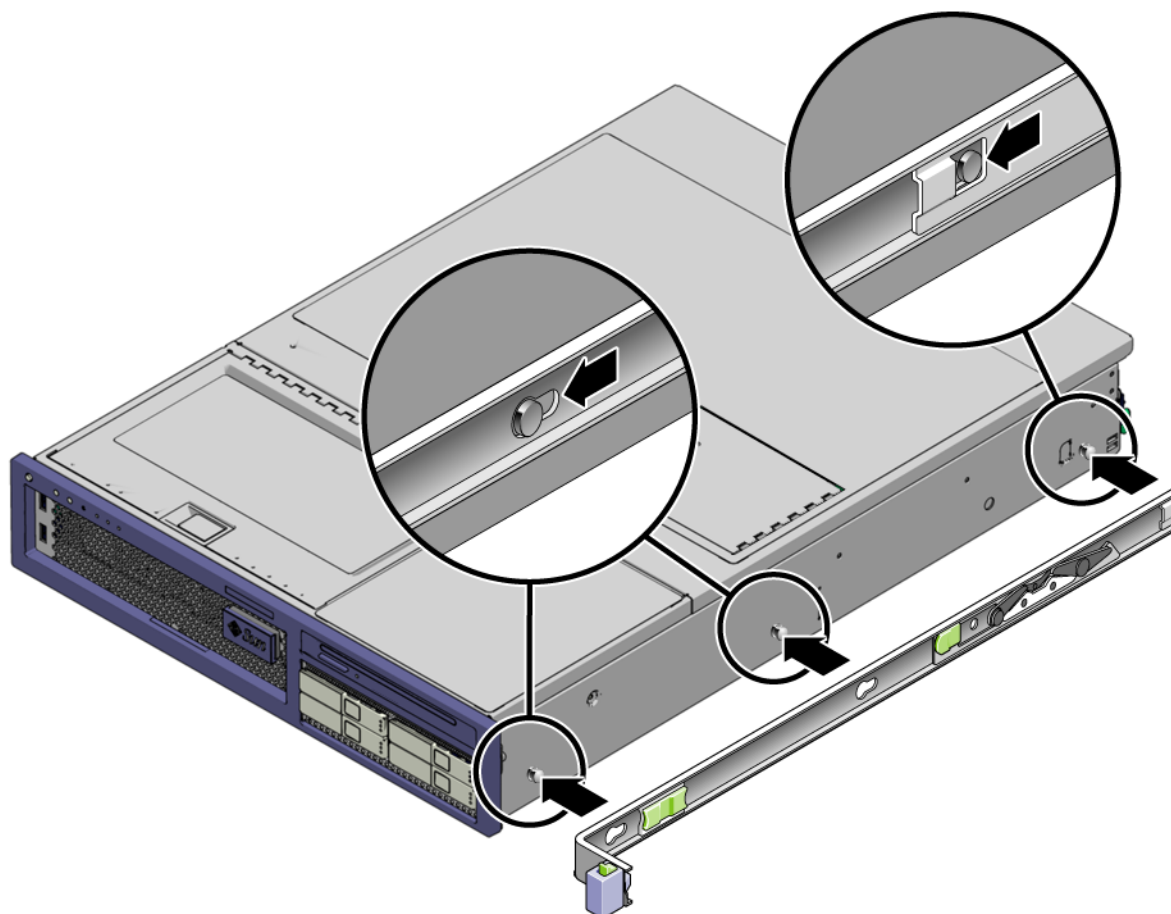

FIGURA 2-4 Instalación del soporte de montaje en la carcasa
- a. Coloque el soporte contra la carcasa (FIGURA 2-4) de forma que el botón de bloqueo de las guías quede en la parte frontal y los tres taladros del soporte queden alineados con las tres clavijas que hay en el lateral de la carcasa.
- c. Asegúrese de que las tres clavijas hayan quedado aprisionadas en los taladros del soporte y que la clavija situada en la parte posterior haya quedado enganchada en el punto de bloqueo del soporte, según se ilustra en la FIGURA 2-4.